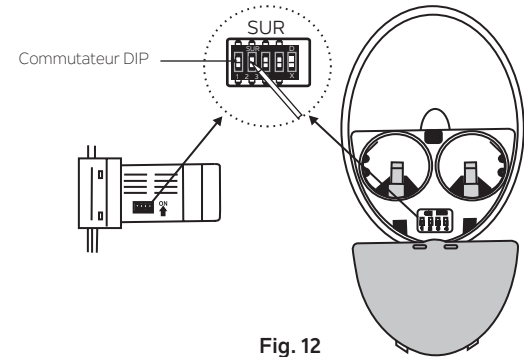

Fig. 12
**REMARQUE:** Le système de contrôle CoolTouch™ est équipé de 16 combinaisons de fréquences possibles pour éviter les interférences provenant ou avec d'autres unités de télécommande. Les commutateurs de fréquence de votre récepteur et de votre émetteur ont été préréglés en usine. Veuillez vérifier pour vous assurer que les commutateurs de l'émetteur et du récepteur sont réglés sur la même position. Toute combinaison de réglages fera fonctionner le ventilateur tant que l'émetteur et le récepteur sont réglés sur la même position. (Fig. 12)